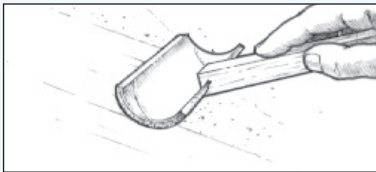

Abbildung 31 Schichten Sie die frisch aufgetragene Epoxidharzfläche mit einem Schaumpinsel.
8. Schichten Sie sofort die frisch aufgetragene Epoxidharzfläche mit einem Schaumpinsel, in langen, gleichmäßigen und überlappenden Zügen. Der Anpressdruck sollte gerade so stark sein, dass Sie alle Unebenheiten auf der Fläche entfernen, aber nicht so stark, dass Sie die Beschichtung wieder abtragen (Abbildung 31). Verändern Sie die Richtung, mit der Sie jeden Anstrich nachspachteln, d.h. die erste Schicht senkrecht, die zweite waagrecht, die dritte Schicht wieder senkrecht. Eine in Stücke geschnittene WEST SYSTEM 800 Schaumrolle ist hierfür ideal.